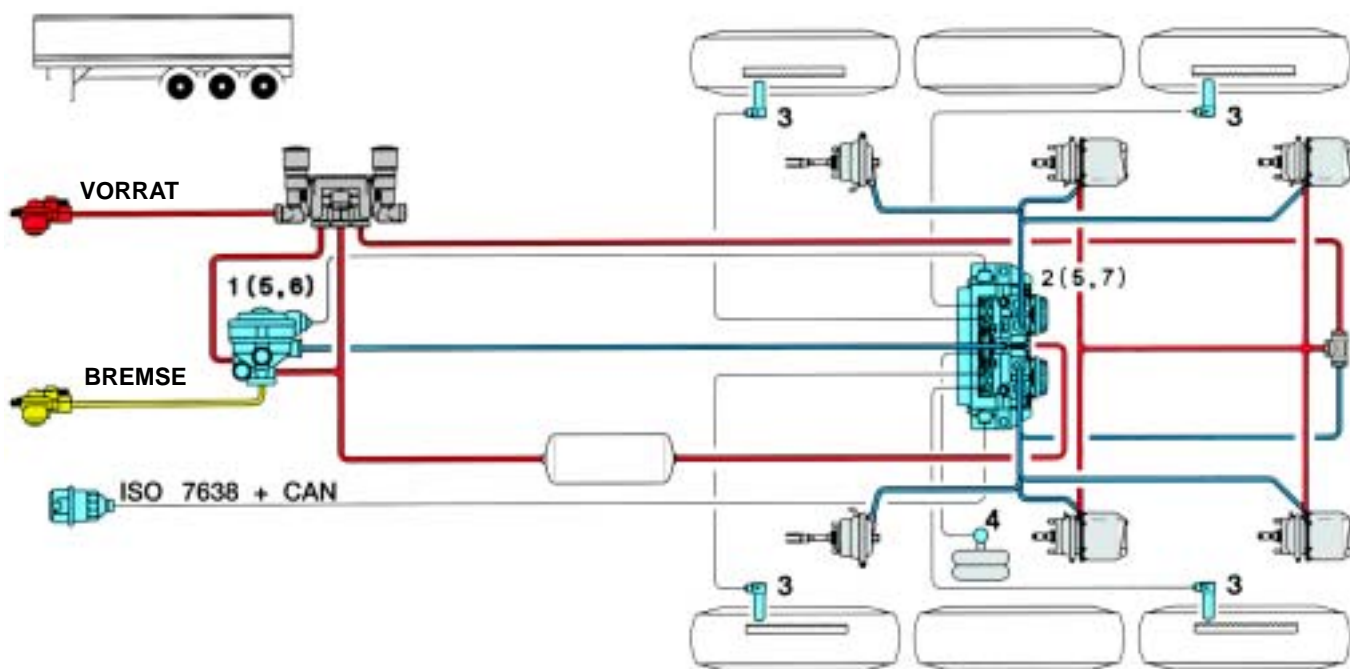

Abbildung 2-1: Bremsschema 4S/2M für Sattelanhänger
Diese Konfiguration wird, je nach Anzahl der Drehzahl-sensoren (3), als 2S/2M bzw. 4S/2M System bezeichnet (Abbildung 2-1).